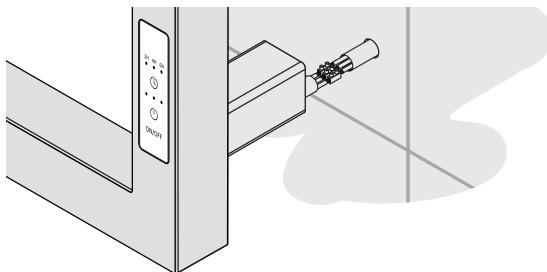

Рис.13
- 4.3.6. Соединить провода полотенцесушителя с проводом из стены с помощью клеммных колодок (рис. 13).